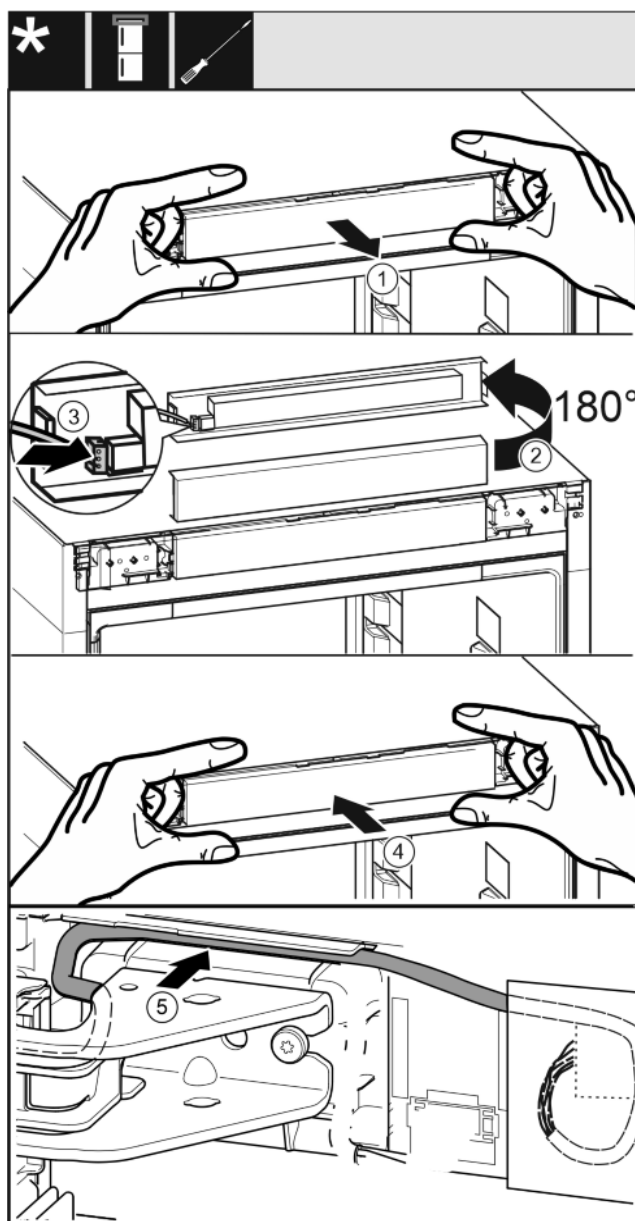

Fig. 34
- Okvir upravljalne plošče previdno vzemite ven. Fig. 34 (1)
- Zaslonko obrnite navzgor za 180°. Fig. 34 (2)
- Vtič zatakните v okvir upravljalne plošče. Fig. 34 (3)
- Okvir upravljalne plošče zatakните nazaj v napravo. Fig. 34 (4)
- Sivi kabel previdno položite v vodilo nad zgornjim ležajnim podstavkom. Fig. 34 (5)